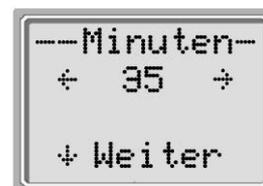

Bild 39
- Nach Einstellen der Stunde drücken Sie die UNTEN ▼ Taste ⑩, um die Minuten der Uhrzeit einzustellen (Bild 39).
- Drücken Sie die LINKS ◀ Taste ⑨ oder RECHTS ▶ Taste ⑫, um die Minuten einzustellen.